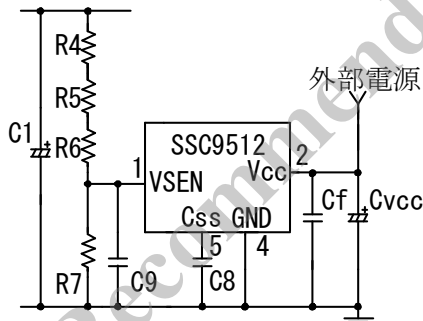

図 7-4 V_{CC} 周辺回路
V_{CC} 端子は、制御部電源端子で、外部電源から電圧を供給します(図 7-4)。
V_{CC} 端子は、図 7-4 のように、 $V_{CC(ON)} = 11.8V(TYP)$ に達すると、制御回路が動作を開始し、 $V_{CC(OFF)} = 9.8V(TYP)$ を下回ると低入力時動作禁止 UVLO(Undervoltage Lockout)回路により制御回路は動作を停止し、再び起動前の状態に戻ります。
- 図 7-4 の回路は、次式(1)の概算値 t_{ST1} になります。